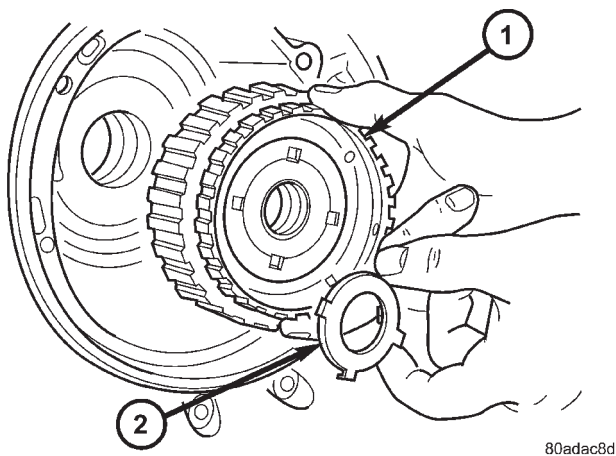

Fig. 32 Desmontaje del conjunto del engranaje solar delantero
(24) Retire el conjunto del engranaje solar delantero y la arandela de empuje n° 4 (Fig. 32).